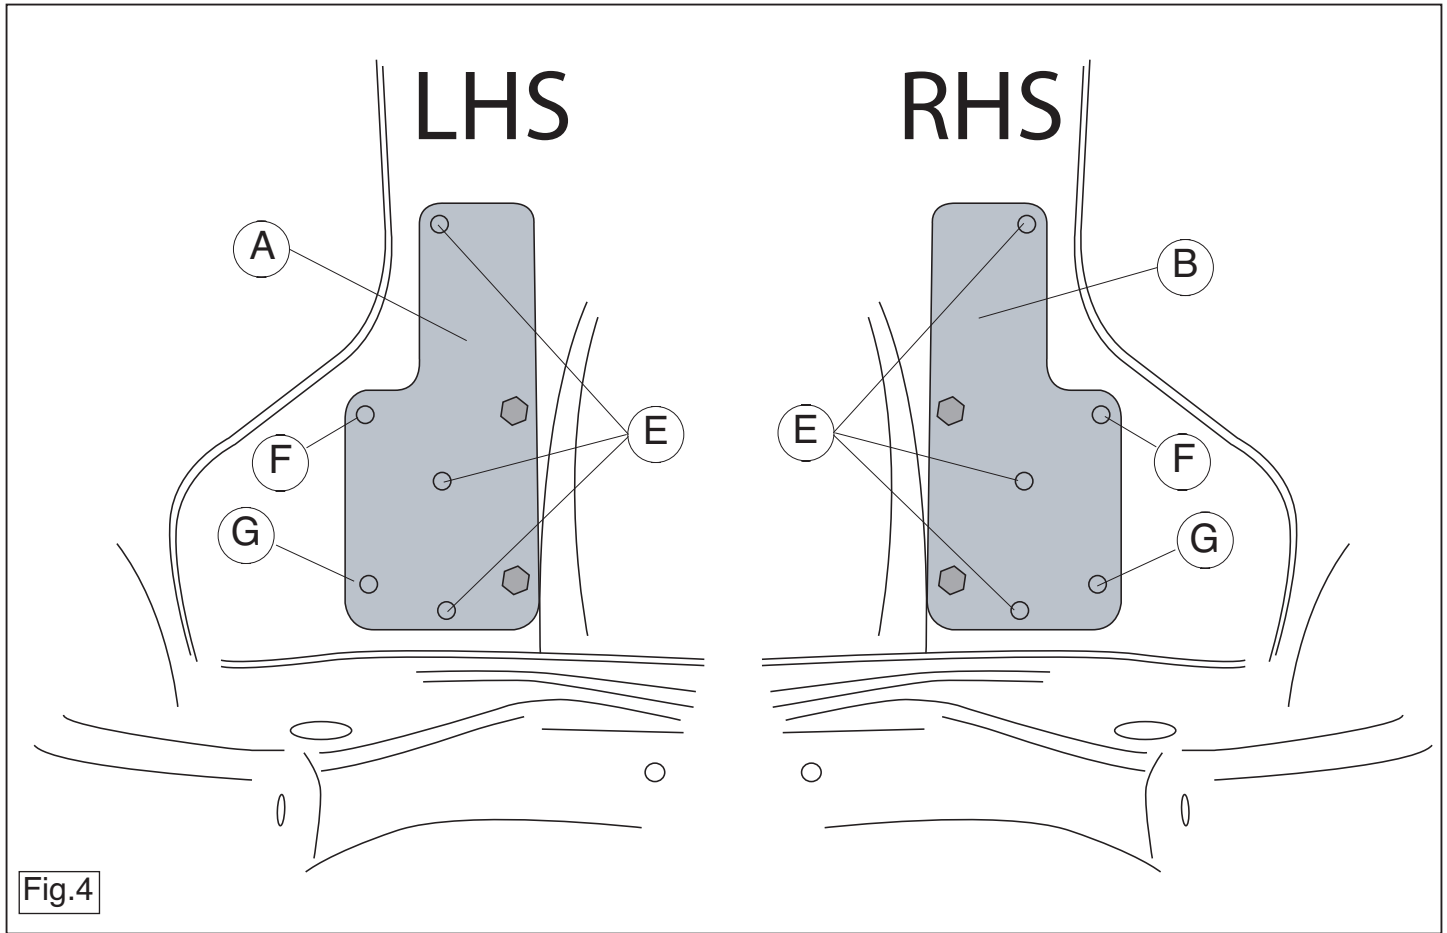

Fig.4
9. Просверлить отверстия E, F и G из багажного отсека диаметром 10,5 мм. См. рисунок 4.